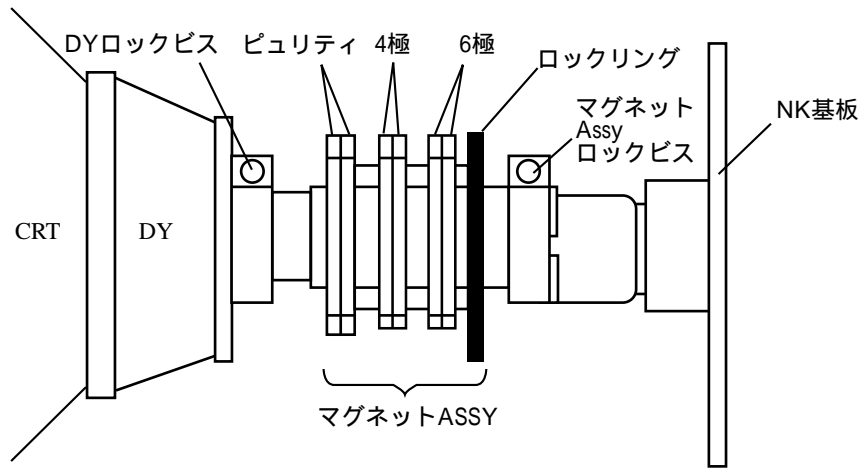

図1-4
- (4) 各マグネットの構成は図1-4のようになっています。
調整でマグネットをずらした場合は、図1-4で示す位置に固定してください。
- (4) 調整後は、ロックリング(図1-4参照)で各マグネットを固定します。